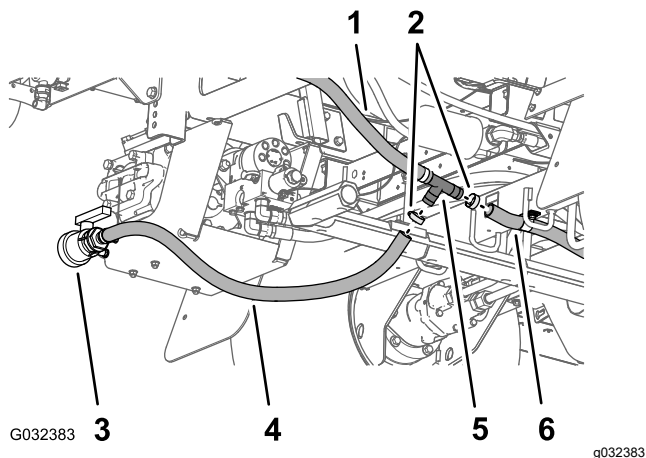
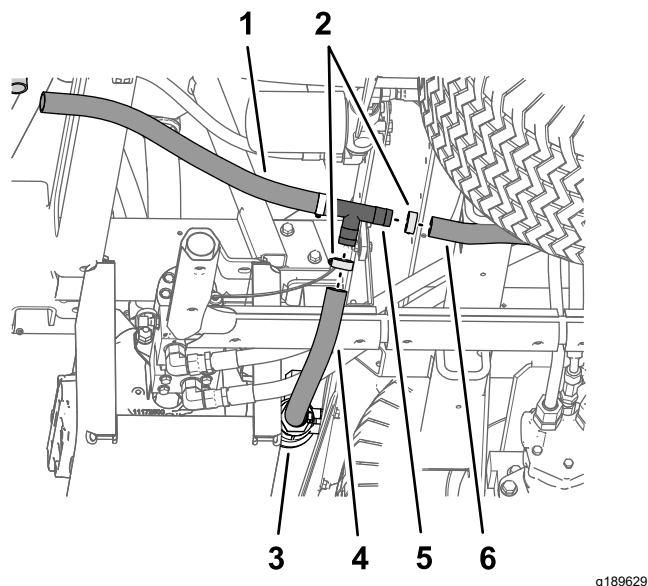

Рисунок 42
Рисунок 43
4. Снимите шланговые хомуты, которые крепят шланг сливного крана и задний сливной шланг бака к тройнику типа «елочка» (Рисунок 42 и Рисунок 43).
5. Снимите тройник со шланга сливного крана и заднего сливного шланга бака (Рисунок 42 и Рисунок 43).